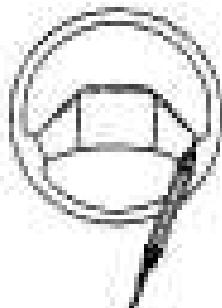

Рис. 5-11.
- используя манометр (см. рис. 5-11.) измерьте усилие на ободе рулевого колеса в обоих направлениях.